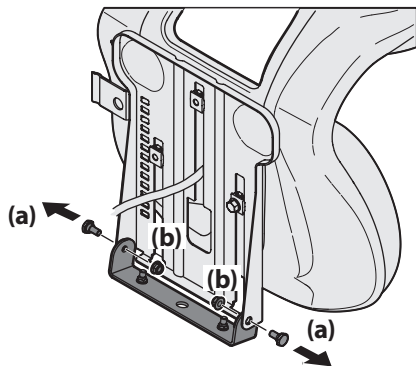

Figura 1
2. Quite los dos tornillos con reborde (a) y las tuercas de seguridad con brida (b) del contenedor del asiento tal como se muestra en la Figura 1.